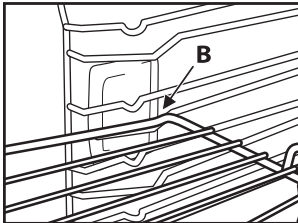

Fig. 2
2. Skråstill risten ved blokkeringsstillingen «B» (fig. 2).